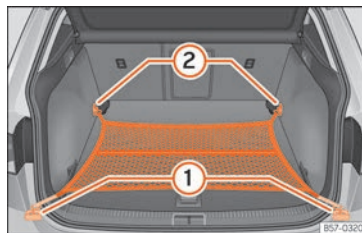

Abb. 173 Im Gepäckraum: flach eingehängtes Gepäckraumnetz.
- Hängen Sie die Haken in die Verzurrrösen ein » (Abb. 173) (1) und (2) » ⚠️. Der Reißverschluss des Gepäckraumnetzes muss dabei nach oben zeigen.